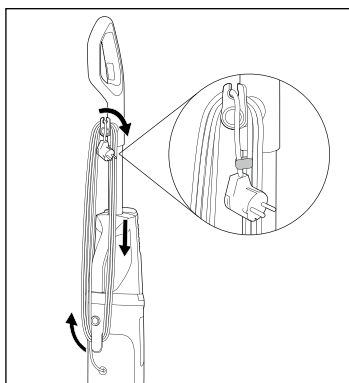

Fig. 3
- ◆ Enrole totalmente o cabo de alimentação ❶ à volta dos suportes de cabo, superior e inferior ❶/❶ (ver fig. 3).